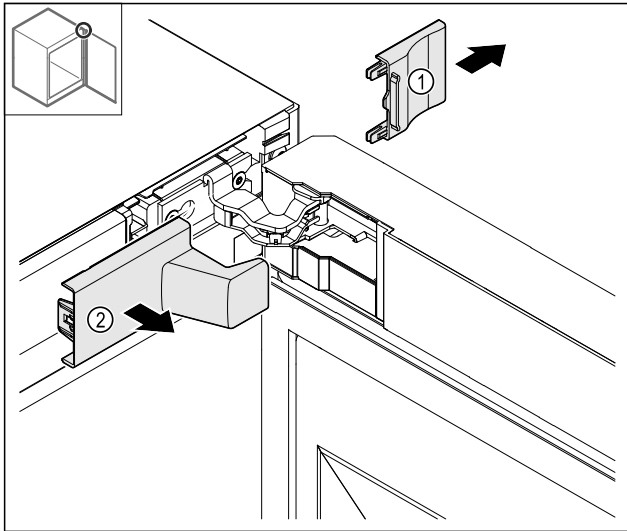

Fig. 13
- ▶ Abdeckung Fig. 13 (1) und dann Fig. 13 (2) entfernen.